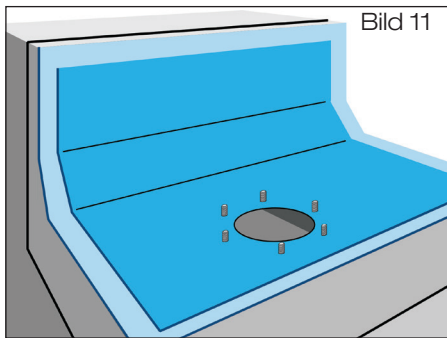

Bild 11
2.3 **Anschlussmanschette** bauseits aus vorhandener Bitumen-Dachdichtungsbahn, Größe: 700 mm x 1000 mm, zuschneiden (Bild 11). Mit Locheisen Löcher $\varnothing = 14$ mm für die Durchführung der Gewindebolzen in der Anschlussmanschette vorsehen. Der Losflansch kann als Schablone genutzt werden. Anschlussmanschette im Schweißverfahren mit bereits verlegter erster Lage der Dachdichtungsbahn verbinden.